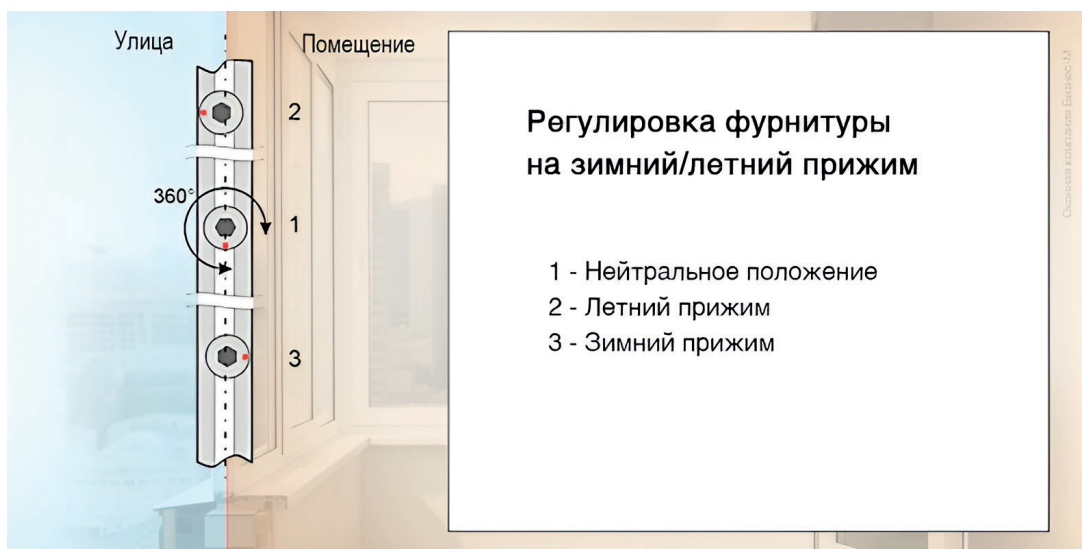

Рис. 3
5. Для сезонной регулировки оконной фурнитуры следует изменять положение прижимных эксцентров (см. Рис. 3).